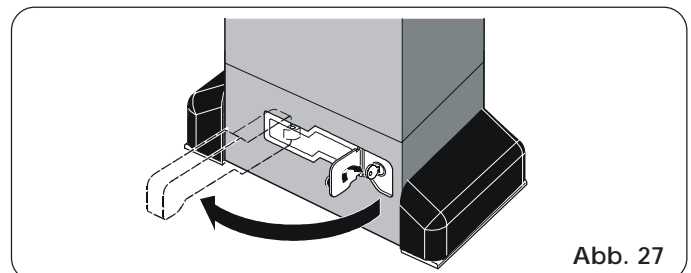

Abb. 27
- 2) Den Schlüssel im Uhrzeigersinn drehen und den Entriegelungshebel laut Angaben in Abb. 27 ziehen.